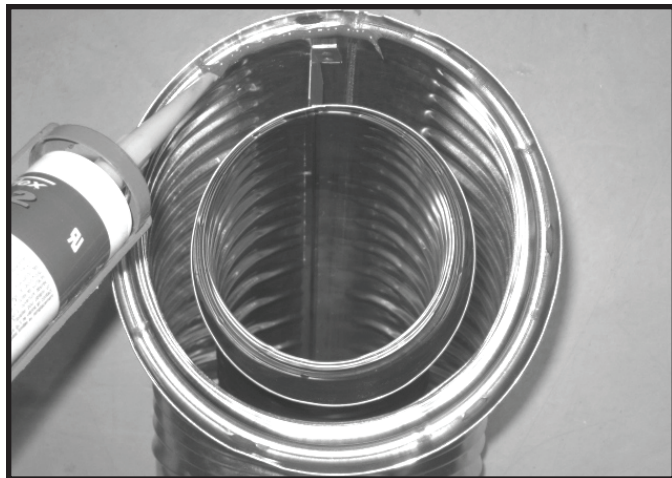

Figure 7.1 Scellant de silicone à haute température
- Appliquez un cordon de scellant de silicone (procurant un degré minimum d'exposition continue de 300 °F) à l'intérieur du raccord femelle du conduit extérieur avant d'assembler les sections. Voir la figure 7.1. **OU**